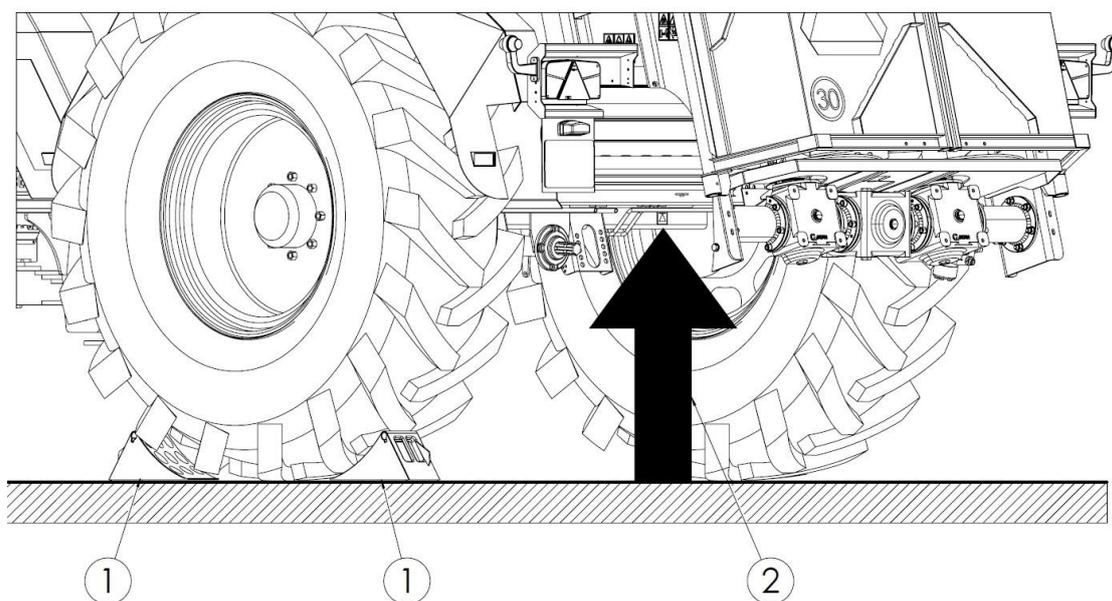

Figure 47. Points d'application des crics : 1 – cales, 2 – cric
S'il est nécessaire d'enlever la roue, utilisez les points de levage (2) sous l'essieu. L'emplacement du cric est indiqué sur la figure 47. Fixez les cales de sécurité (1), ne les placez que sous une roue.